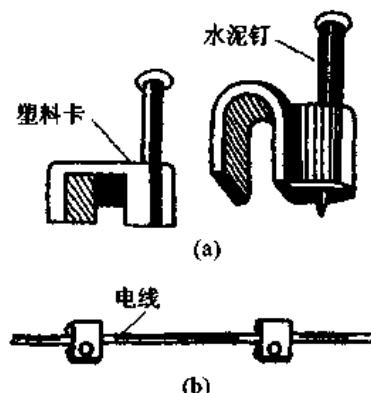

图 2-32 塑料钢钉电线卡
(7) 塑料钢钉电线卡 这种线卡由塑料卡和水泥钉组成,用于一般电线、电子通信用导线作室内外明敷布线。其外形有两种,如图 2-32 所示。